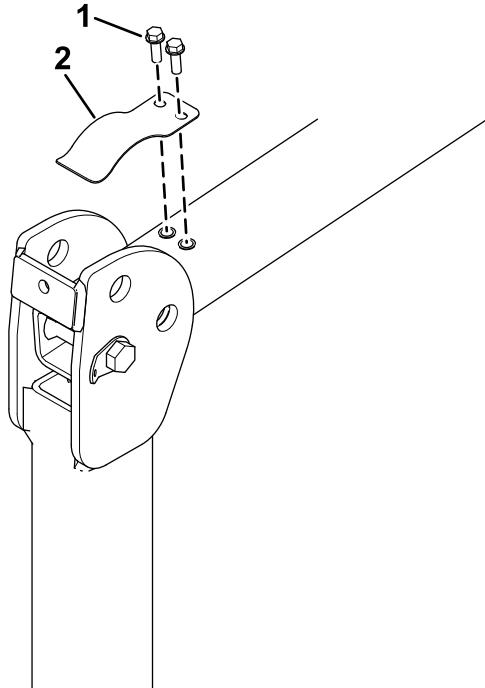

Bild 7
1. Entfernen Sie bei abgesenktem Überrollbügel die geräuschdämpfende Blattfeder (**Bild 7**) von jeder Seite des Überrollbügels.